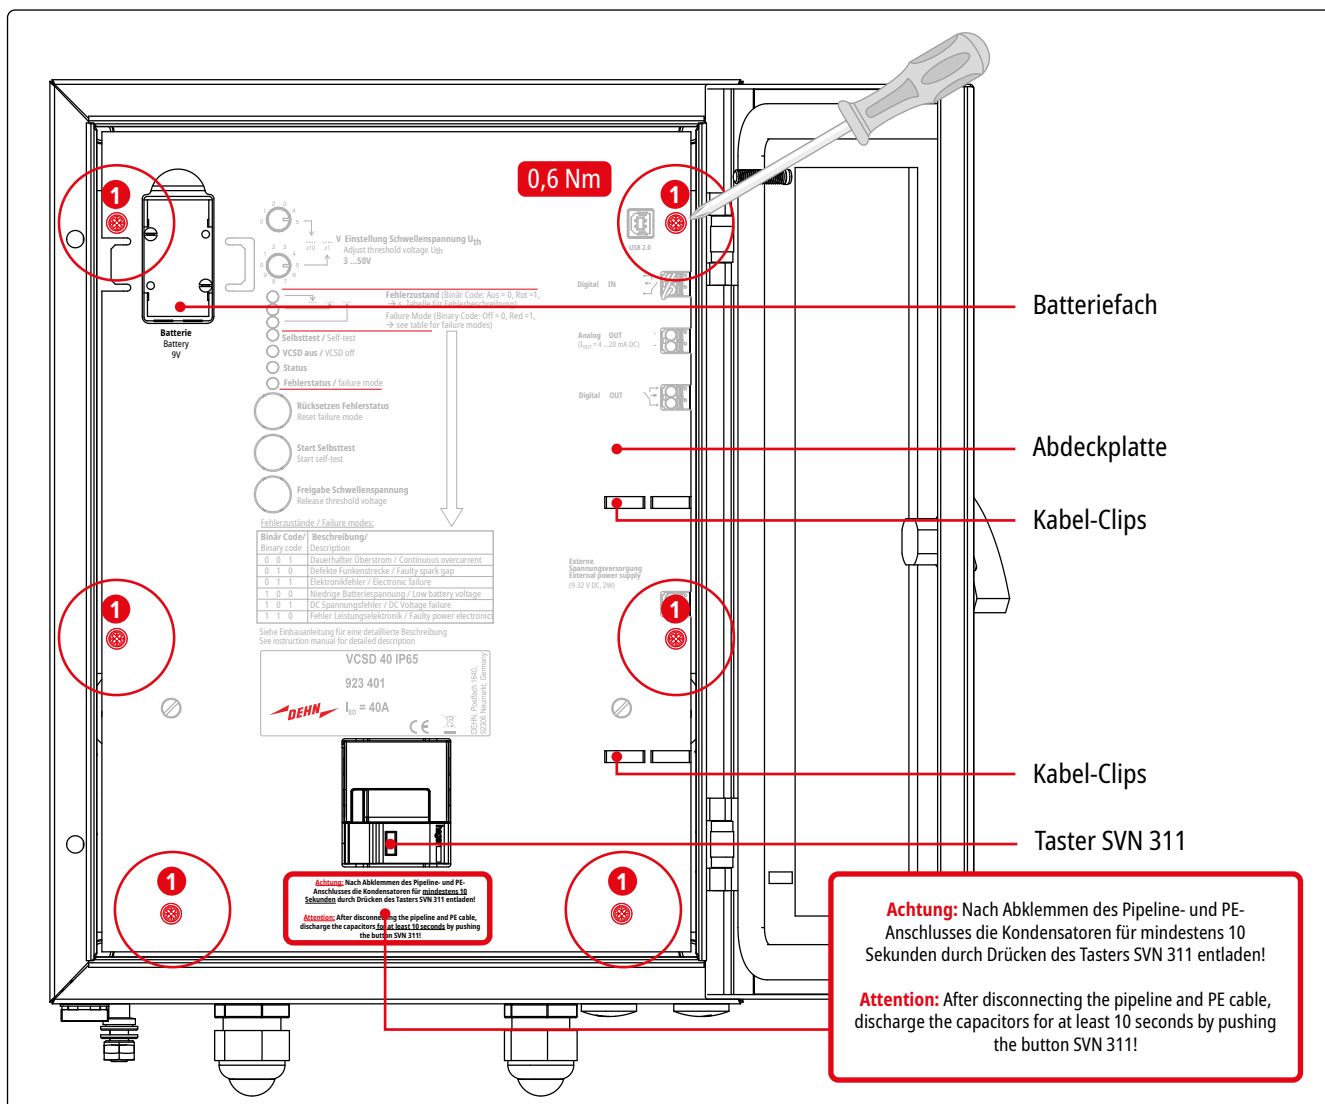

Bild 5 Abdeckplatte
Für die weiteren Montage- und Anschlussarbeiten muss die Abdeckplatte abgenommen und die Batterie aus dem Gehäuse entnommen werden (siehe Bild 5).
Zum Entladen der Kondensatoren muss der Taster SVN 311 **mindestens 10 Sekunden** gedrückt werden (siehe Bild 5).
- ➔ Vor dem Herausnehmen müssen die sechs Befestigungsschrauben **1** aufgeschraubt und entnommen werden (siehe Bild 5).